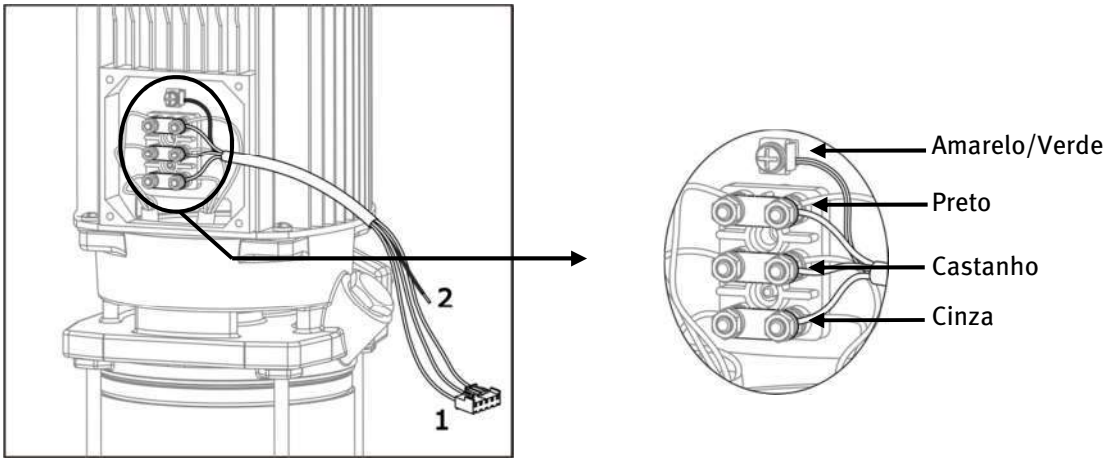

Figura 1
3.2.1) Speedrive com entrada monofásica (figura 1):